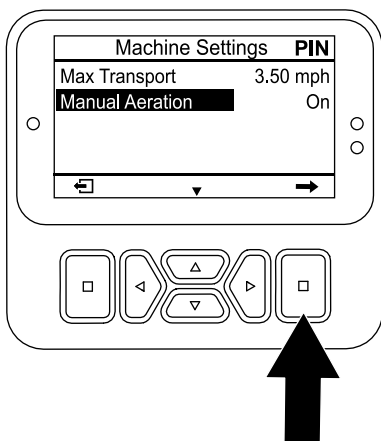

Figura 113
5. Premete il pulsante Giù fino a quando non viene selezionata l'opzione ARIEGGIATURA MANUALE, quindi premete il pulsante Invio (Figura 113) per impostare l'arieggiatura manuale su ATTIVA.